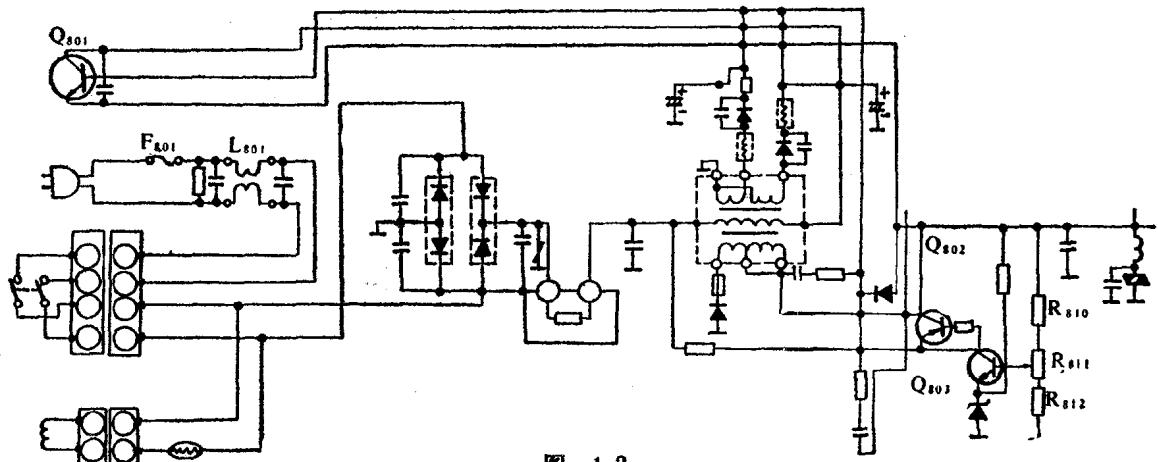

图 1-3
1. 检查保险丝，电路见图1-3。将保险管F₉₀₁取下，发现保险管内部的保险丝已烧断。换上新保险后，测量电源插头电阻值为47Ω，说明交流输入电路基本正常。